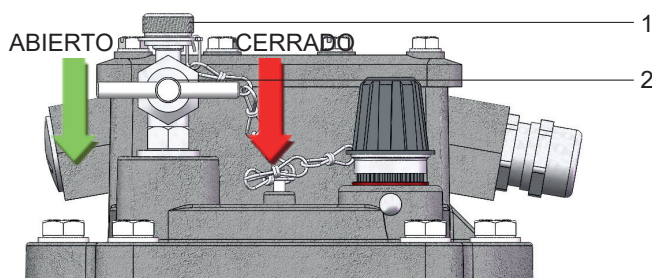

Fig. 11 - Tapa del relé de gas
- desatornille la tuerca de sombrerete pequeña (Fig. 11/No. 1) desde la válvula de purga (Fig. 11/No. 2) (girar en el sentido contrario a las agujas del reloj)